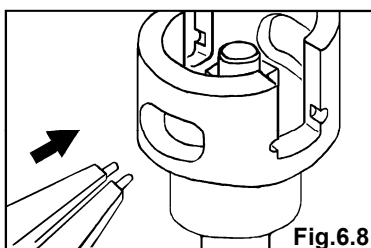

Fig.6.8
- ・ スナッピングプライヤーを使用して、連動ブッシュの溝を少し開きながら押して、連動ブッシュを取外す。〔Fig.6.8、6.9〕